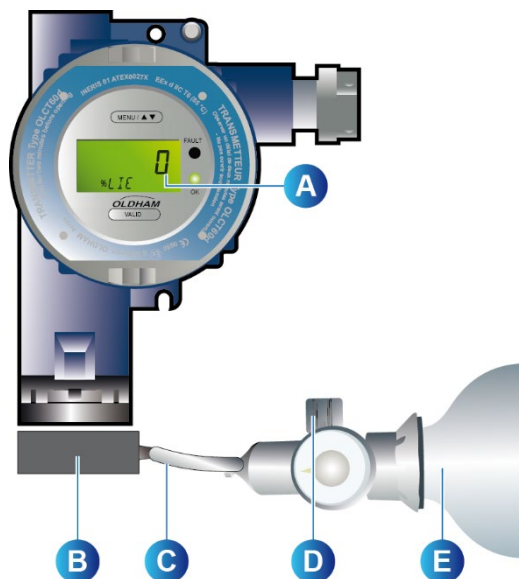

Figure 26: contrôle du zéro
2. Placer la coiffe d'étalonnage sur la tête de détection (Figure 26, rep. B).